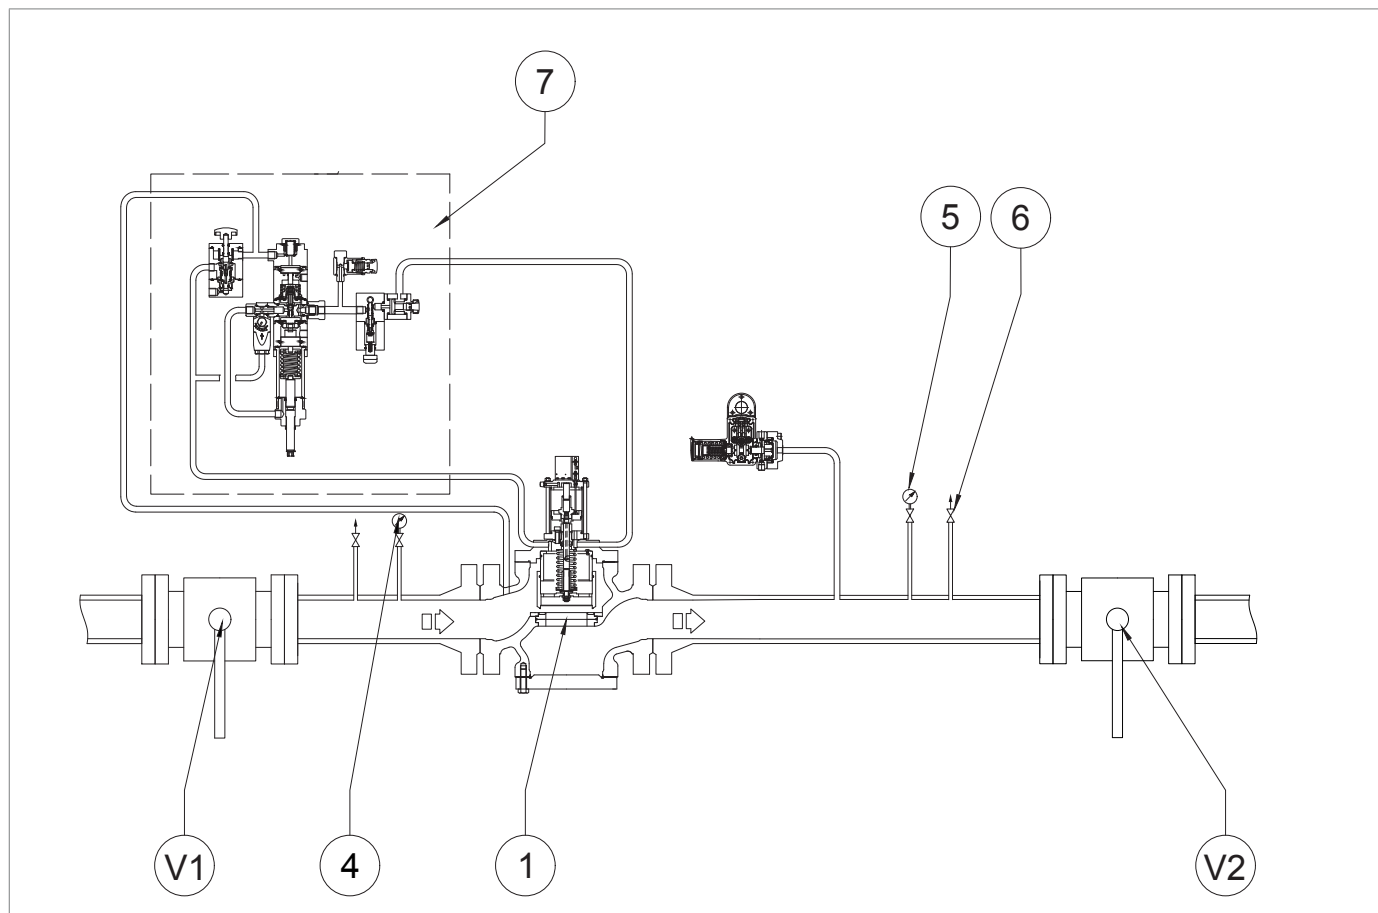

Рис. 8.11. Герметичность предохранительного запорного клапана HBC 975 в закрытом положении
1	Регулируя главный регулятор, увеличить давление на выходе до значения срабатывания предохранительного запорного клапана, чтобы проверить правильность настройки. ! ВАЖНАЯ ИНФОРМАЦИЯ! Проверить давление по манометру (рис. 8.11, поз. 5), установленному на выходе главного регулятора. Если предохранительный запорный клапан: • срабатывает до предусмотренного значения давления: завинтить (по часовой стрелке) регулирующее кольцо (13), чтобы больше сжать пружину (11); • не срабатывает на предусмотренном значении давления: отвинтить регулировочную гайку (13) против часовой стрелки, чтобы разгрузить пружину (11).
2	Уменьшить давление на выходном участке, открыв стравливающий клапан (рис. 8.11, поз. 6), до значения настройки главного регулятора.
3	Закройте стравливающий клапан (рис. 8.11, поз. 6).
1	Откройте стравливающий клапан (рис. 8.11, поз. 6) в атмосферу и оставьте его открытым для последующих этапов.
2	Регулируя главный регулятор, уменьшить давление на выходе до минимального требуемого значения срабатывания предохранительного запорного клапана.  ВАЖНАЯ ИНФОРМАЦИЯ! Проверить давление по выходному манометру (рис. 8.11, поз. 5). Если предохранительный запорный клапан: • срабатывает до предусмотренного значения давления: отвинтить регулировочную гайку (15) против часовой стрелки, чтобы разгрузить пружину (17); • не срабатывает на предусмотренном значении давления: завинтить (по часовой стрелке) регулирующее кольцо (15), чтобы больше сжать пружину (17);
5	Снова откройте стравливающий клапан (рис. 8.11, поз. 6).
10	Закройте стравливающий клапан (рис. 8.11, поз. 6).